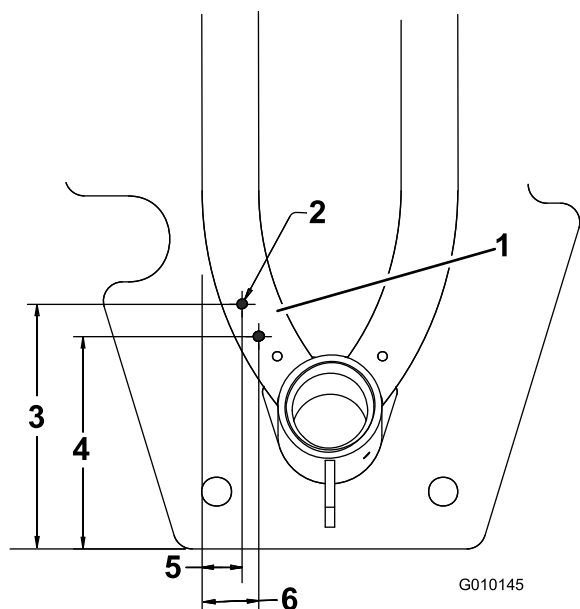

図 7
10. バルクヘッド・ブラケットを型紙として使って 図 7 のようにフレーム・チューブに、直径 7.1 mm の穴を二つ開ける。図 7 は場所をわかりやすく示すもので、寸法は原寸とは異なる。
**注** 図 7 は、機体下から見た図です。